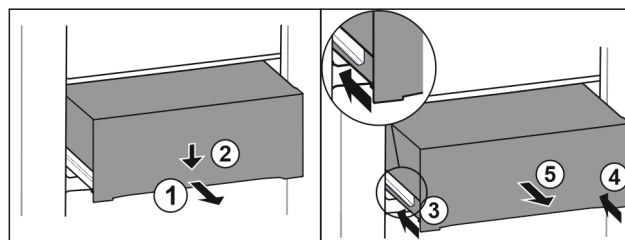

Fig. 135
- Вытяните выдвижной ящик наполовину. Fig. 135 (1)
- Вдавите выдвижной ящик в передней части вниз. Fig. 135 (2)
- Задвиньте левую направляющую прим. на 2 см. Fig. 135 (3)
- Задвиньте правую направляющую прим. на 2 см. Fig. 135 (4)
- Извлеките выдвижной ящик движением вперед. Fig. 135 (5)